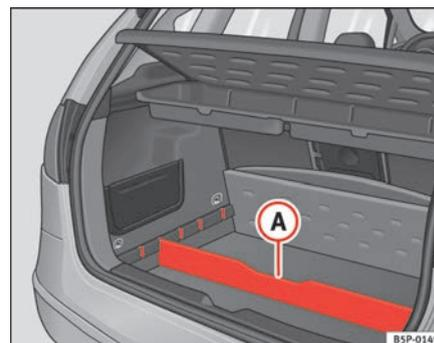

Fig. 106 Separador del piso maletero
- Coloque el separador **(A)** ⇒ página 147, fig. 106, en las ranuras laterales según sea el tamaño de los objetos a transportar. Debajo del portaobjetos se encuentran las herramientas de a bordo y la rueda de repuesto.